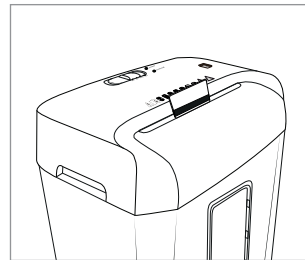

Abb. 3
- ◆ Führen Sie die Kreditkarte von oben mittig in die Schneidöffnung **8** ein (siehe Abb. 3) und schieben Sie den Schalter **REV/OFF/AUTO/FWD** **2** in die Position **FWD** („forward“ [englisch] = vorwärts). Sie können jeweils nur eine Kreditkarte schneiden. Führen Sie diese immer mit der breiten Seite voran in die Schneidöffnung **8** ein. Ansonsten wird der Magnetstreifen nicht zerstört.